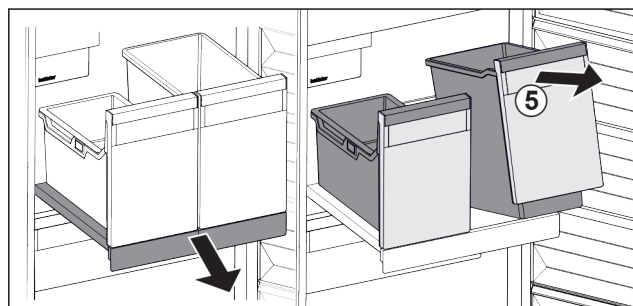

Fig. 191
- Posodo Fig. 191 (5) dvignite naprej.